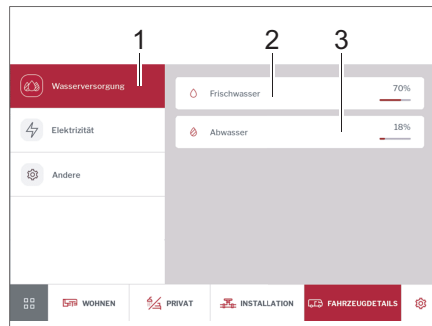

Bild 291 Wasserversorgung
- Auf Schaltfläche *Wasserversorgung* (Bild 291,1) tippen.
Es werden die Füllstände des Frischwassertanks (Bild 291,2) und des Abwassertanks (Bild 291,3) in % angezeigt.